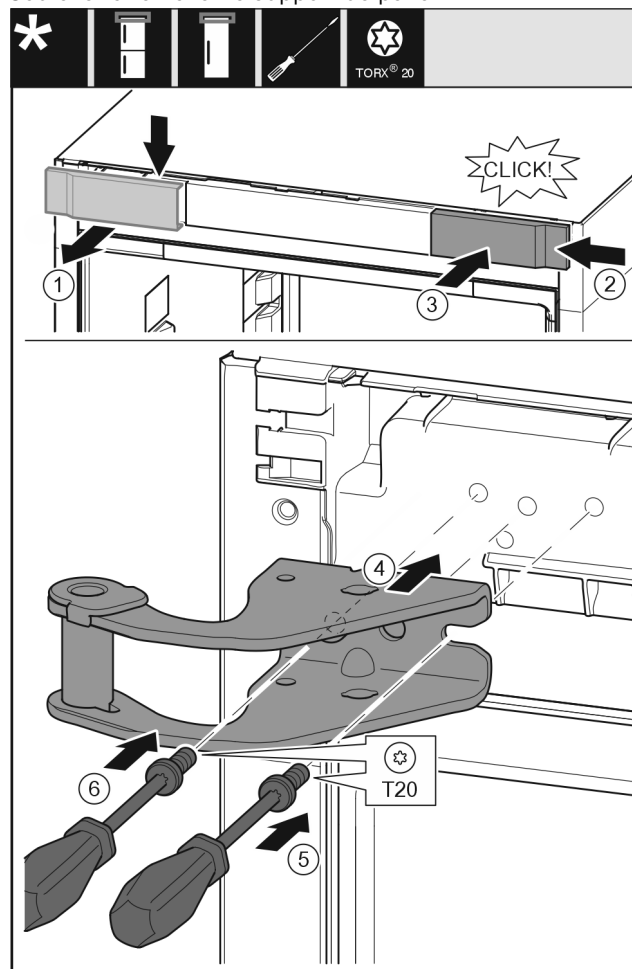

Fig. 11
- Retirer le cache du haut vers l'avant. Fig. 11 (1)
- Accrocher le cache tourné de 180° de l'autre côté à droite. Fig. 11 (2)
- Encliqueter le cache. Fig. 11 (3)
- Mettre en place le support de palier supérieur. Fig. 11 (4)
- Mettre en place la vis avec un tournevis T20 et la serrer. Fig. 11 (5)
- Mettre en place la vis avec un tournevis T20 et la serrer. Fig. 11 (6)